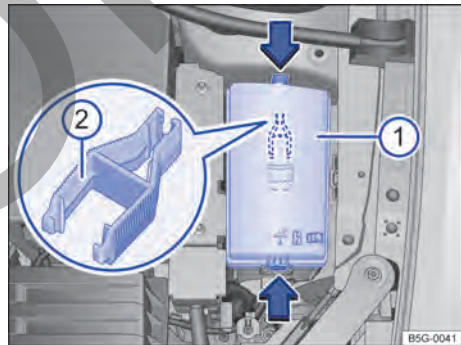

Fig. 155 En el vano motor: cubierta ① de la caja de fusibles con pinzas de plástico ②.
- Para desbloquear la cubierta de la caja de fusibles → fig. 155 ①, presione los bloqueos → fig. 155 (flechas).
En el lado interior de la cubierta de la caja de fusibles del vano motor puede haber unas pinzas de plástico para extraer fusibles → fig. 155 ②.